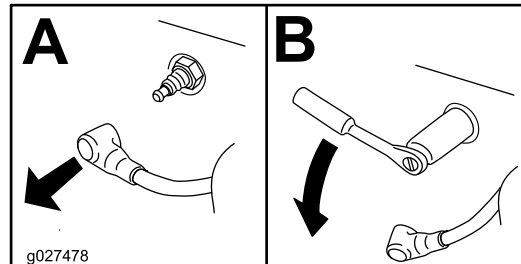

Bild 23
3. Bauen Sie die Zündkerze aus (Bild 23).